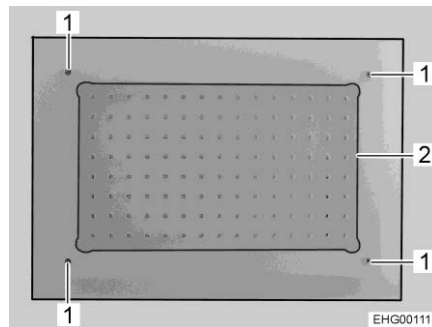

Fig. 312 Lampada a soffitto
- Svitare le 4 viti (Fig. 312,1).
- Rimuovere la lastra di vetro (Fig. 312,2) con i LED montati fissi.
- Posizionare la nuova lastra di vetro con i LED e avvitare le 4 viti (Fig. 312,1).